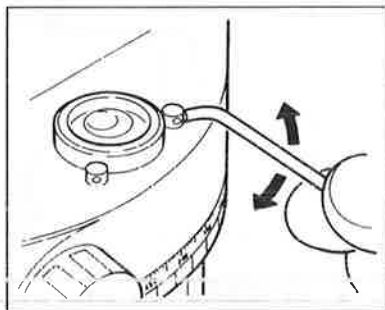

図 8
- 2 次に、付属の調整ピンを用いて、2本の円形気泡管調整ねじを回し、気泡が中央に来るように調整します。(図 8)